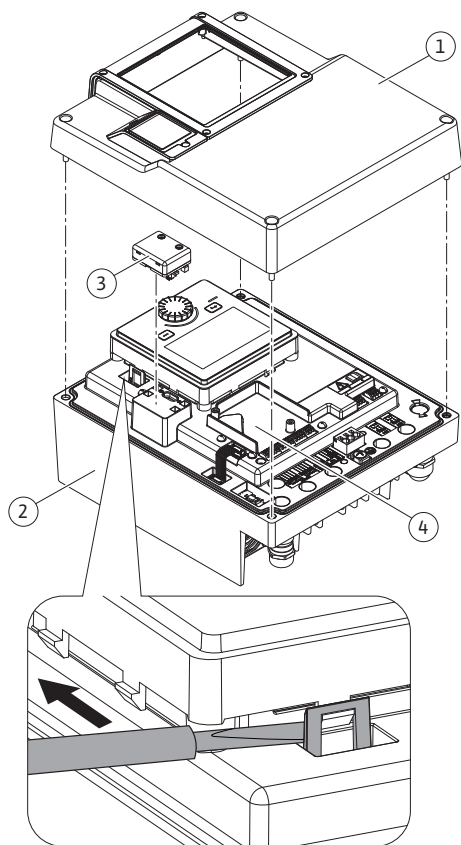
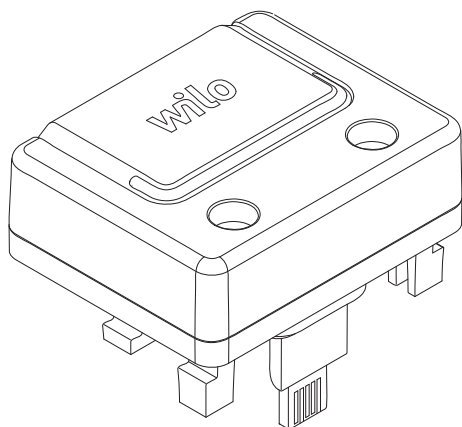

Fig. 25: Elektronický modul
Fig. 26: Wilo-Smart Connect Modul BT
1. Háčiky (Fig. 25) otvorte opatrne pomocou náradia (napr. skrutkovača).
Rozhranie Bluetooth modulu Wilo-Smart Connect Modul BT (Fig. 25, pol. 3 a Fig. 26) slúži na pripojenie na mobilné koncové zariadenia ako smartfón alebo tablet. V aplikácii Wilo-Assistant sa nachádza funkcia Wilo-Smart Connect. Pomocou funkcie Wilo-Smart Connect je možné čerpadlo ovládať, nastaviť ho a prezeráť si údaje o ňom. Nastavenia nájdete v kapitole „Uvedenie do prevádzky“ [► 47].
1. Uvoľnite štyri skrutky vrchného dielu elektronického modulu (Fig. 25, pol. 1; Fig. I, Pos. 2).
3. Wilo-Smart Connect Modul BT pripojte do rozhrania Wilo-Connectivity Interface na to určeného. Pozri Fig. 25, pol. 3.
Na komunikáciu medzi čerpadlami a riadiacim systémom budov slúži CIF modul (príslušenstvo). CIF moduly sa pripájajú do elektronického modulu (Fig. 25, pol. 4).